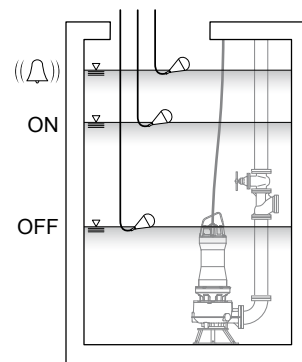

Fig. 5
2.5 Installazione del sistema di controllo tramite galleggianti (Fig. 5)